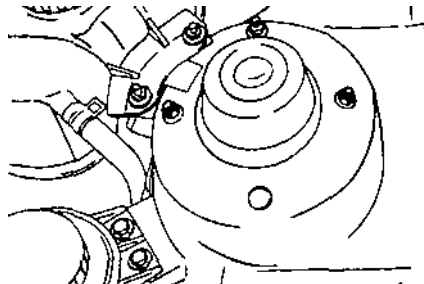

Рис. 5.5.
- ослабить гайки крепления верхней опоры стойки к кузову автомобиля (рис. 5.5);
- вывернуть гайки крепления верхней опоры стойки к кузову автомобиля (рис. 5.5);